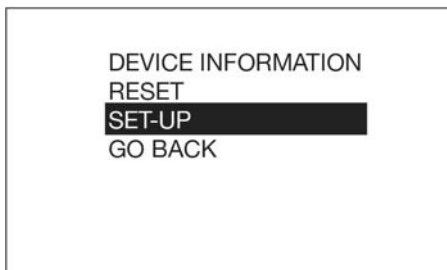

FIG. 24
- Use el botón de flecha ARRIBA o ABAJO del teclado para resaltar la opción de configuración (SET-UP) (FIG. 24) y pulse el botón INTRO central en el teclado para seleccionar dicha opción.